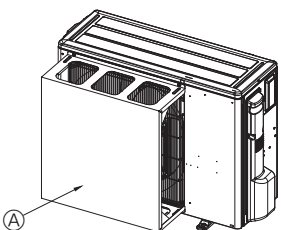

Fig. 2-5
- ② Եթե օդորակիչը տեղադրված է այնպիսի վայրում, որտեղ հնարավոր են ուժեղ քամիներ, փոթորիկներ, որոնք կարող են ուղիղ ներթափանցել օդի արտաթողքի մեջ, ապա տեղադրեք օդի արտաթողքի լրացուցիչ պաշտպանիչ օղանուղ: (Fig. 2-5)